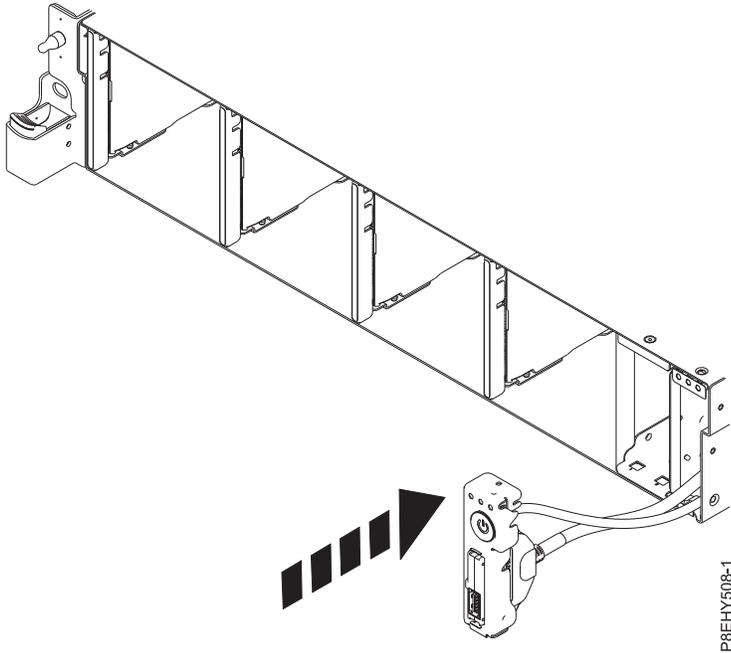

Figure 25. Remise en place du câble USB avant dans le fond de panier système
4. Insérez l'interrupteur d'alimentation et les câbles dans le système. Prenez soin d'acheminer les câbles jusqu'au fond de panier système. Voir figure 25, à la page 30.